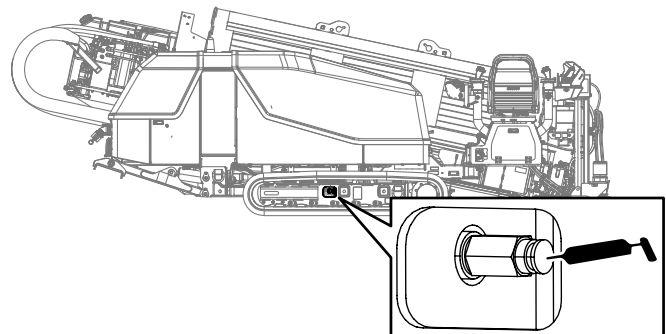

Figure 103
3. Enlevez les saletés et les débris déposés autour du graisseur de tension de la chenille (Figure 103).
5. Injectez de la graisse dans le graisseur jusqu'à ce que la tension atteigne 22 063 kPa (3 200 psi), comme montré à la Figure 103.
5. Tournez le graisseur dans le sens antihoraire d'un tour seulement (Figure 103).